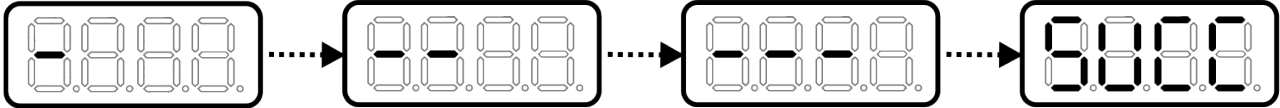

Рисунок 22. Візуальне відображення процедури ідентифікації обмотки статора двигуна.
- Процес ідентифікації особливим чином візуалізується (рис. 22).